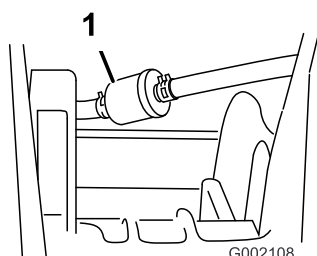

Bild 44
5. Entfernen Sie die Klemmen, mit denen der Kraftstofffilter an den -leitungen befestigt ist (Bild 44).